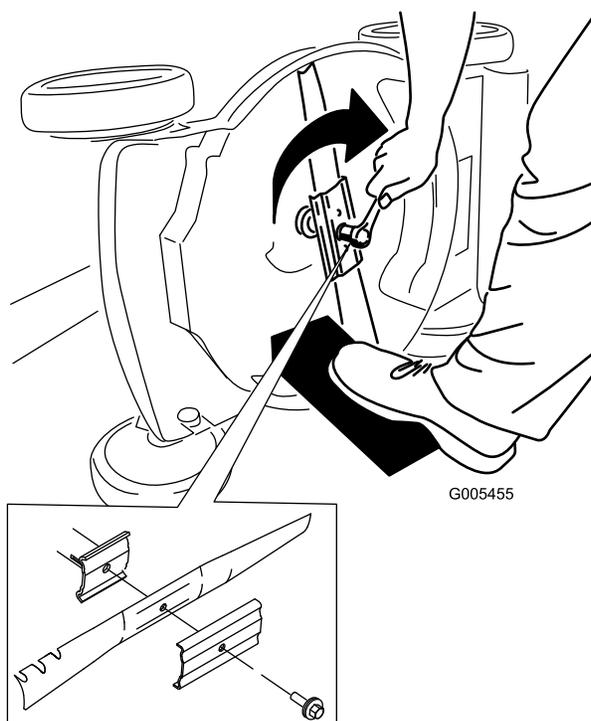

Рисунок 20
5. Установите новый нож, закрепив все крепежные детали (Рисунок 20).